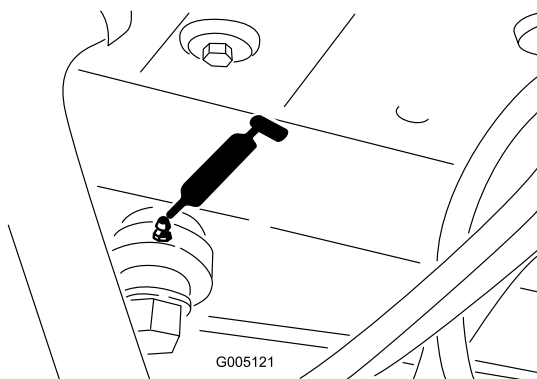

Figura 34
- Extremidade do cilindro da direção (Figura 34)